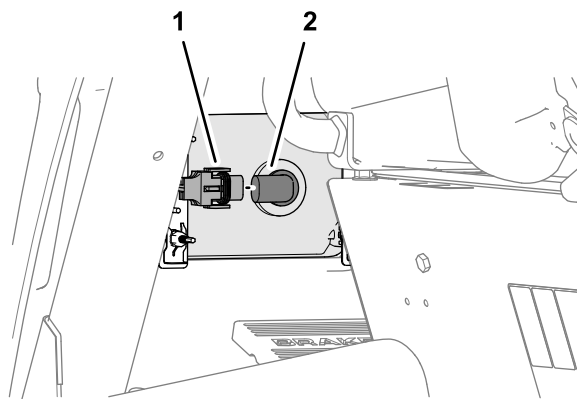

図 142
6. マシンワイヤーハーネスのヘッドライトコネクタをヘッドライトバルブのコネクタに取り付けます (図 142)。